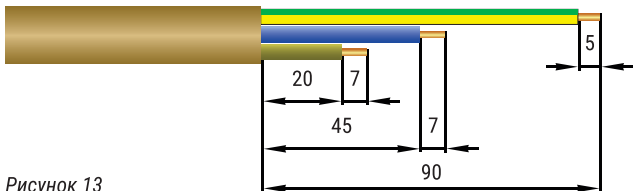

Рисунок 13
6.2.1. Снять оболочку с конца установочного провода на длине 90 мм (рисунок 13).